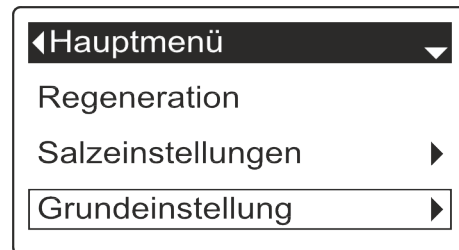

Abb. 35: Menü Grundeinstellung
2.  betätigen, bis das Menü „Grundeinstellungen“ ausgewählt ist (Abb. 35).